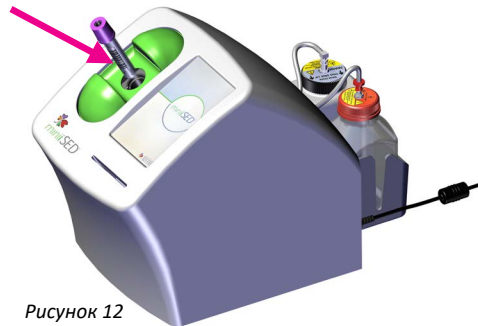

Рисунок 12
1. Вставьте закрытую первичную пробирку штрихом вниз в загрузочное отверстие анализатора, как показано (Рис. 12).